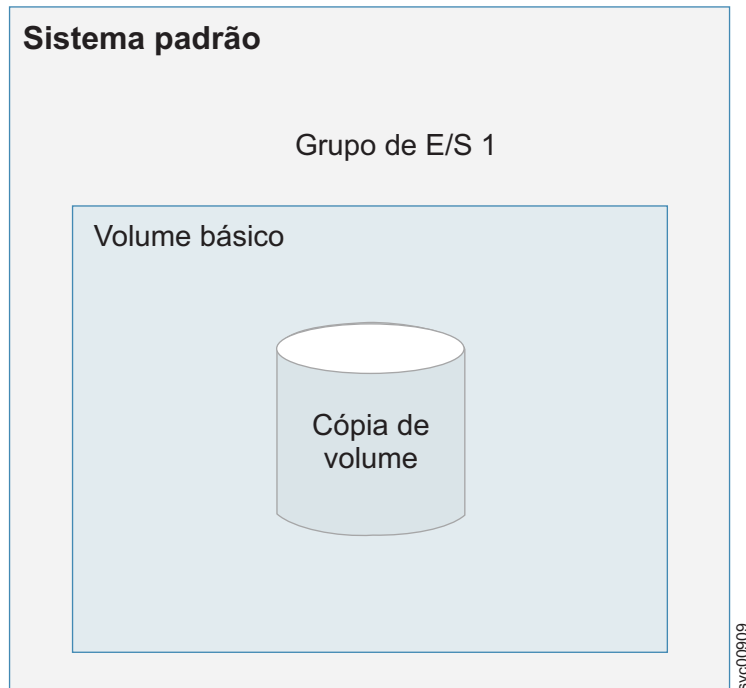

Figura 3. Exemplo de um volume básico
- *Volumes básicos*, em que uma única cópia do volume é armazenada em cache em um grupo de E/S. Os volumes básicos podem ser estabelecidos em qualquer topologia do sistema; no entanto, a Figura 3 na página 4 mostra uma topologia do sistema padrão.